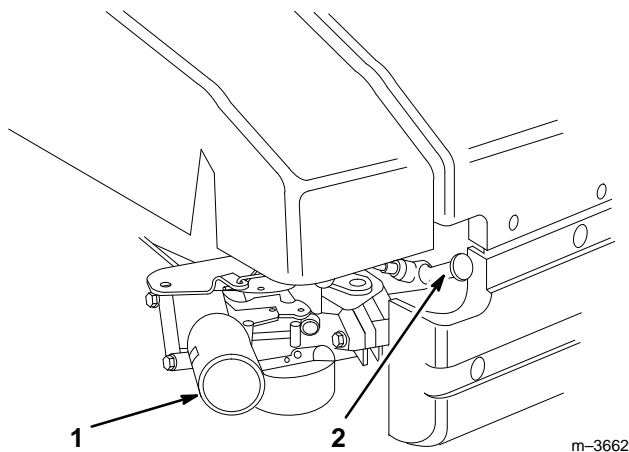

Abbildung 11
1. Das Zündkabel auf die Zündkerze drücken (Abb. 11).
4. Die Kaltstarthilfe drei (3) Mal betätigen (Abb. 11).
**Zwischen den Betätigungen ca. zwei (2) Sekunden warten.**
1. Den Motor abstellen und warten, bis alle Teile stillstehen. Das Kabel von der Zündkerze abziehen (Abb. 11).
1. Motor abstellen und das Kabel von der Zündkerze abziehen (Abb. 11).